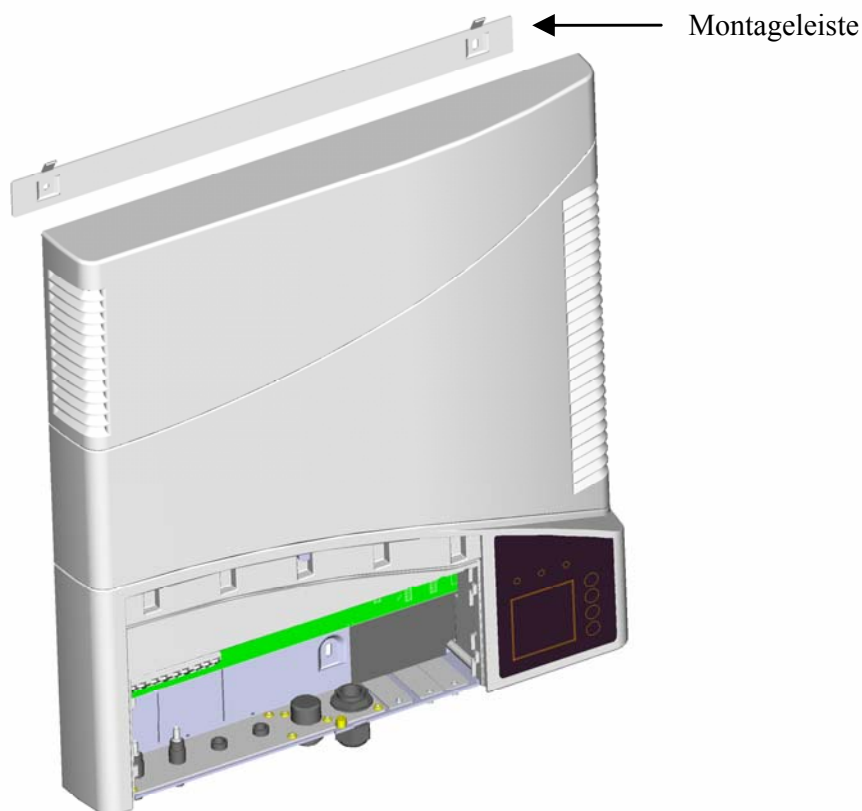

Abb. 7 Dritte Bohrung
- 3) Den AURORA an den Halter hängen und den dritten Bohrungspunkt an der unteren für die Befestigung vorgesehenen Bohrung anzeichnen. Den AURORA entfernen, die dritte Bohrung setzen, den Dübel einfügen, dann den AURORA wieder an den Halter hängen und mit der dritten Schraube an der Wand befestigen (siehe Abb. 7).